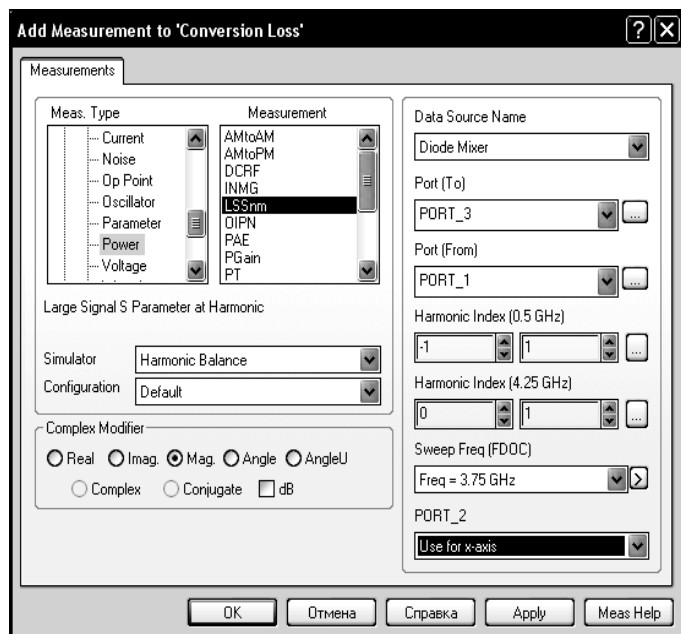

Рис. 3.42
- Щёлкните левой кнопкой мышки по значку **Add Measurement** на панели инструментов. Откроется диалоговое окно **Add Measurement** (Рис.3.42).